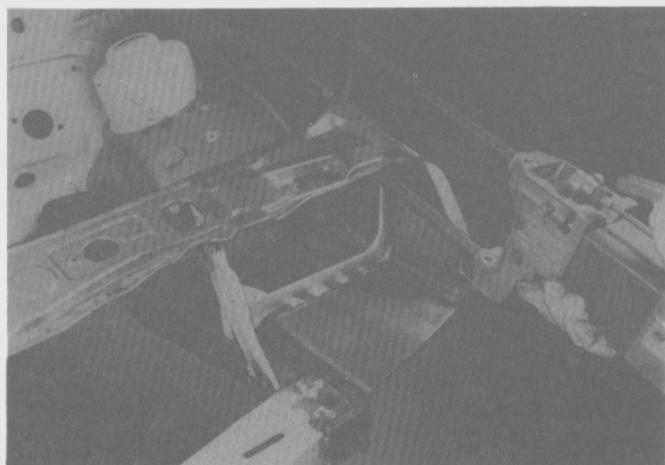

Fig. 115
- Soldar por puntos la nueva sección del panel en la unión con el panel del guardabarros delantero interior (Fig. 115).